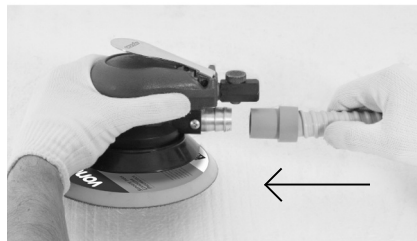

Fig. 4 - Conexión del recolector de polvo
- Conecte la manguera del recolector de polvo (Fig. 4);